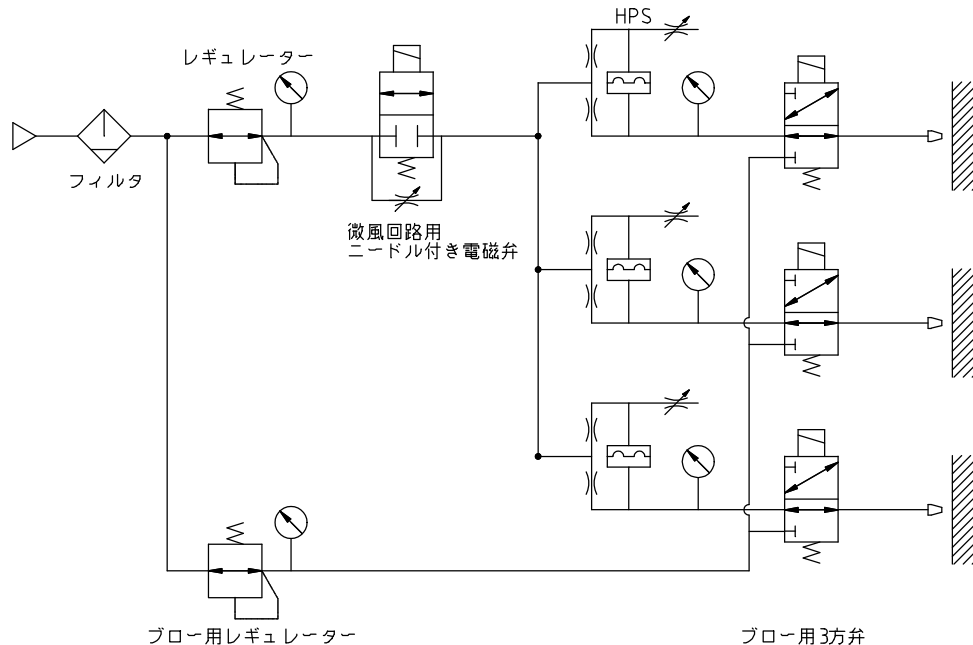
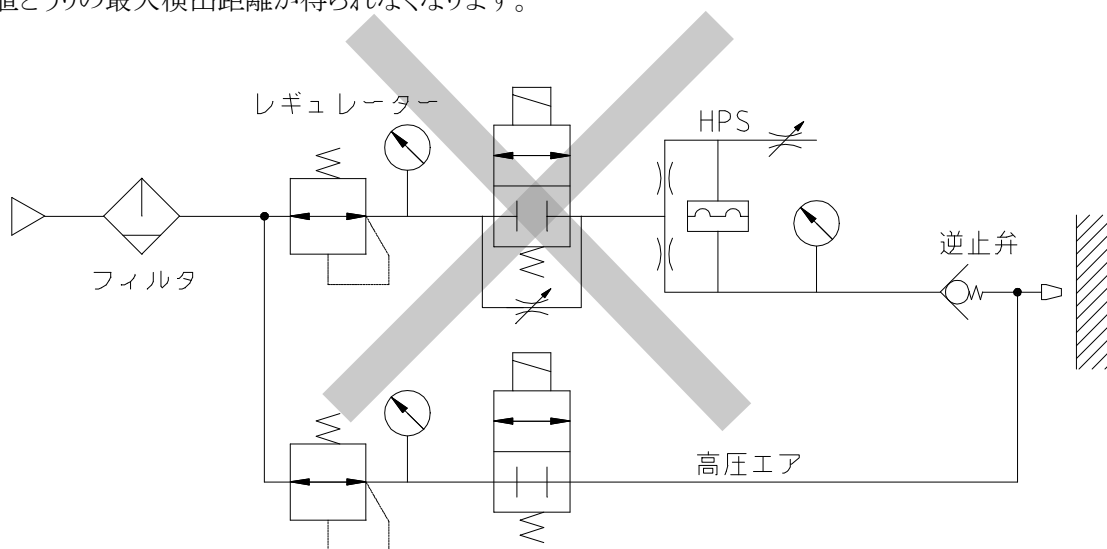
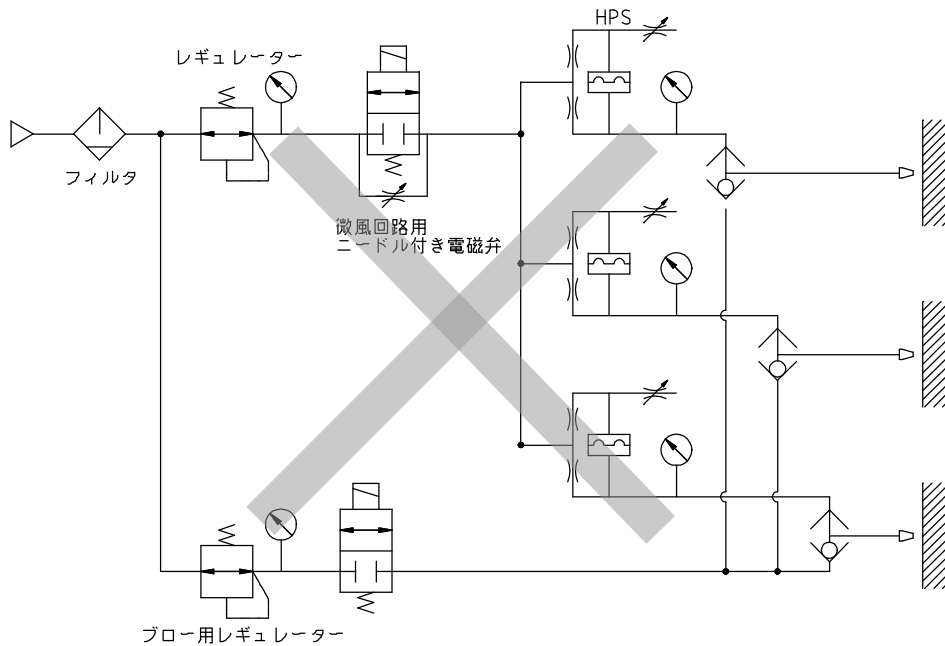

図34 3方電磁弁を利用したブロー回路 推奨機器:M3PB210
図35 逆止弁を使用した禁止回路
図36 シャトル弁と2方弁の併用で使用した禁止回路
- 6) 切り粉、グラインダーかす等はノズルに詰まる事が有ります。供給圧を上げても密着確認スイッチの内部オリフィスが障害となりブローの効果は期待できません。図34の様に検出ポート側へ3方弁を設けて下さい。3方弁のオリフィスは、 $\phi 2.5$ 以上を使用してください。
- 7) 図35・図36の空気圧回路は、使用しないでください。図35の場合、逆止弁のクラッキング圧により、カタログ値どりの最大検出距離が得られなくなります。
図36の場合、シャトル弁が有効に働くためには、最低作動圧0.05Mpa (HPS-10は0.1MPaが必要です。弁をシールする力は検出ノズルの背圧から得るため、仮にワーク無し状態ですと背圧が小さくシール力が不足し、三方弁の排気ポートから検出エアが逃げてしまいます。エアが逃げた状態でワークが着座しても背圧は立ち上がらないため密着確認スイッチはOFF状態となります。図34の様に電磁弁、またはマスタバルブで確実に切り替えてください。